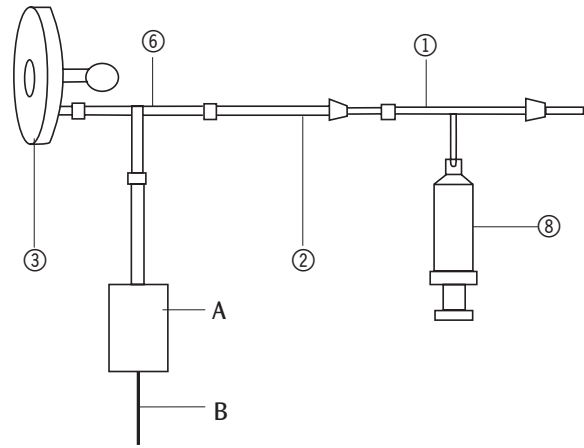

Abb.2
- Schlauchverbindungen gemäß Abb.2 herstellen.